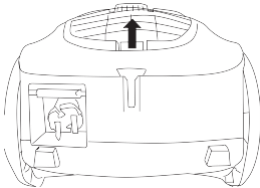

Figura 13 Quitar el filtro de salida
2. Abra la tapa del filtro de salida, tirando de la lengüeta de la tapa. Saque el filtro de salida del aparato, véase la figura 13.